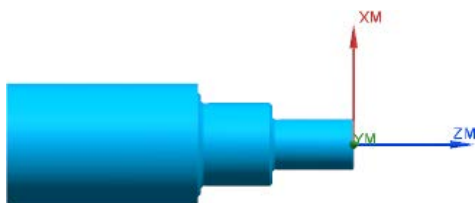

图 9.15 3D 仿真结果
Step3. 在“刀轨可视化”对话框中单击 3D 动态 选项卡，采用系统默认参数设置值，调整动画速度后单击“播放”按钮，即可观察到 3D 动态仿真加工，加工后结果如图 9.15 所示。